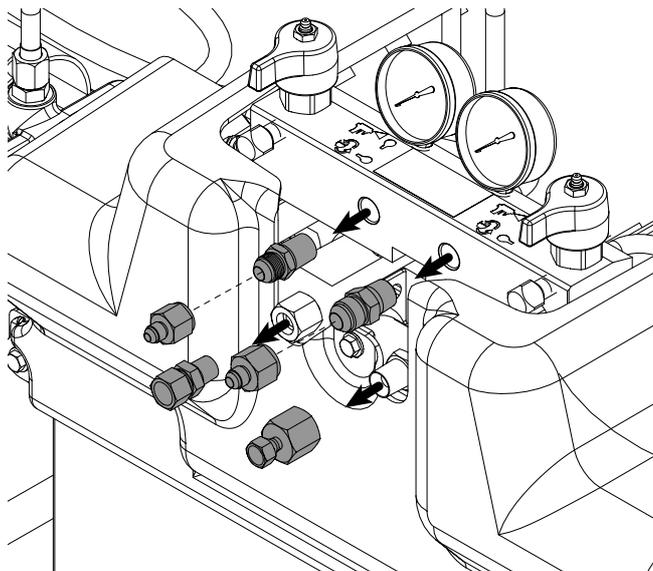

FIG. 9: Dépose des raccords du collecteur de fluide
5. Retirez tous les raccords des orifices de sortie à l'avant du collecteur de fluide. Consultez la FIG. 9.